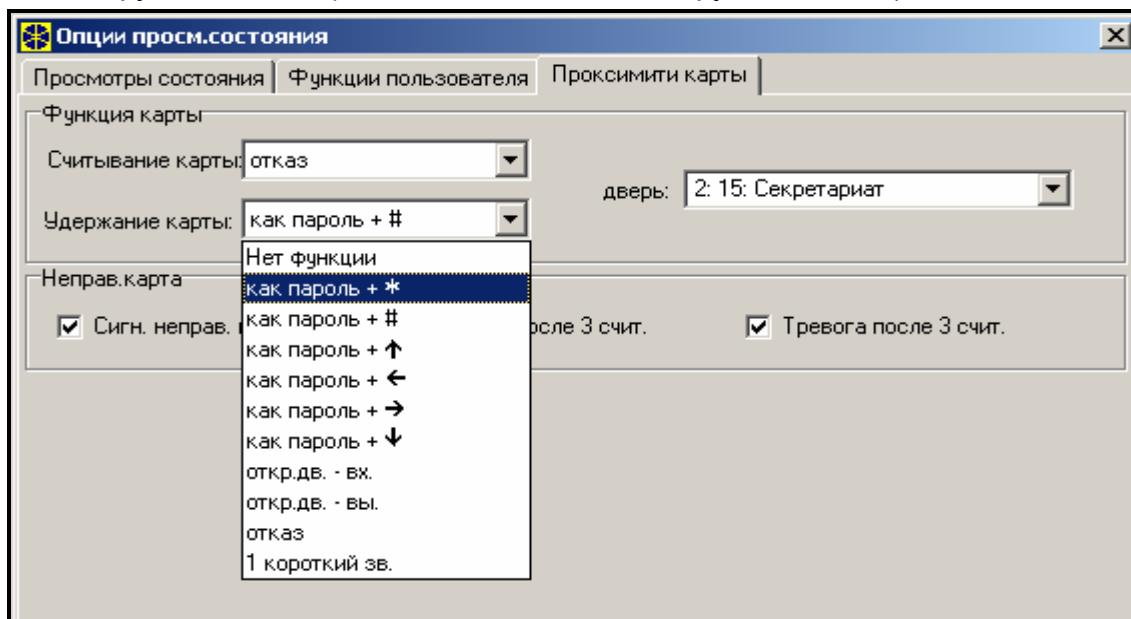

Рис. 15. Обслуживание бесконтактных карточек.
- 101. Кarta в модуле** – выход, сигнализирующий считывание карты в выбранных модулях / клавиатурах. Может использоваться для ведения контроля доступа и управления дверью с клавиатурой. С этой целью следует указать клавиатуру, в которой считывание карточки активизирует выход, и группы из которых пользователи смогут открывать дверь. В установках клавиатуры следует указать выход ПКП как дверь (см. Рис. 15). Необходимо определить функцию открытия двери с целью поднесения или удержания карточки и выбрать, должно ли это регистрироваться в событиях как вход или выход.